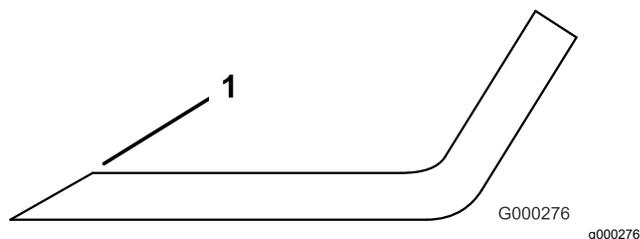

Bild 27
- Prüfen Sie die Schnittkanten aller Messer und schärfen die Kanten, wenn sie stumpf sind oder Kerben haben (Bild 27).
Hinweis: Schärfen Sie nur die Oberseite der Schnittkante und behalten Sie den ursprünglichen Schnittwinkel bei, um die Schärfe des Messers zu gewährleisten (Bild 27). Das Schnittmesser bleibt ausgewuchtet, wenn von